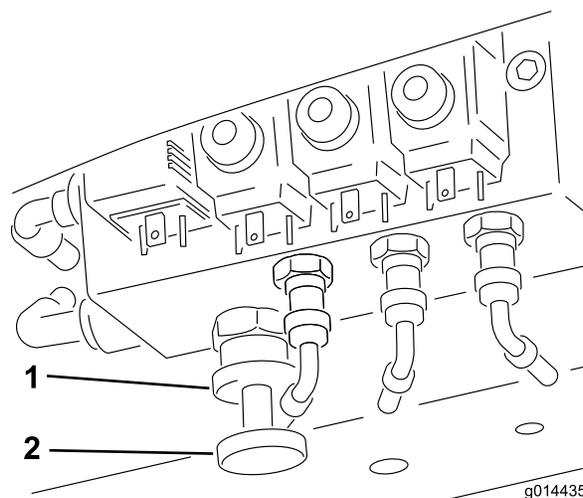

Bild 37
Aktivieren der Gewichtsverlagerung: Das Ausmaß der Gewichtsverlagerung kann je nach Einsatzbedingungen verstellt werden, indem Sie das Handrad für die Gewichtsverlagerung wie folgt drehen (**Bild 37**):
1. Lösen Sie die Ventilsicherungsmutter um eine halbe Umdrehung nach links und halten Sie sie in dieser Stellung (**Bild 37**).
2. Drehen Sie das Ventilhandrad (**Bild 37**) nach links, um die Gewichtsverlagerung zu verringern, oder nach rechts, um die Gewichtsverlagerung zu erhöhen.